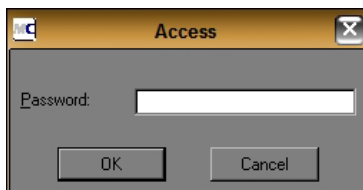

fig. 13
3. E' necessario specificare la password (fig. 13) per l'accesso al programma in modalità "Amministratore" (che autorizza ad effettuare le necessarie modifiche). Digitare "master" (tutto minuscolo, senza virgolette) e fare click su "OK".